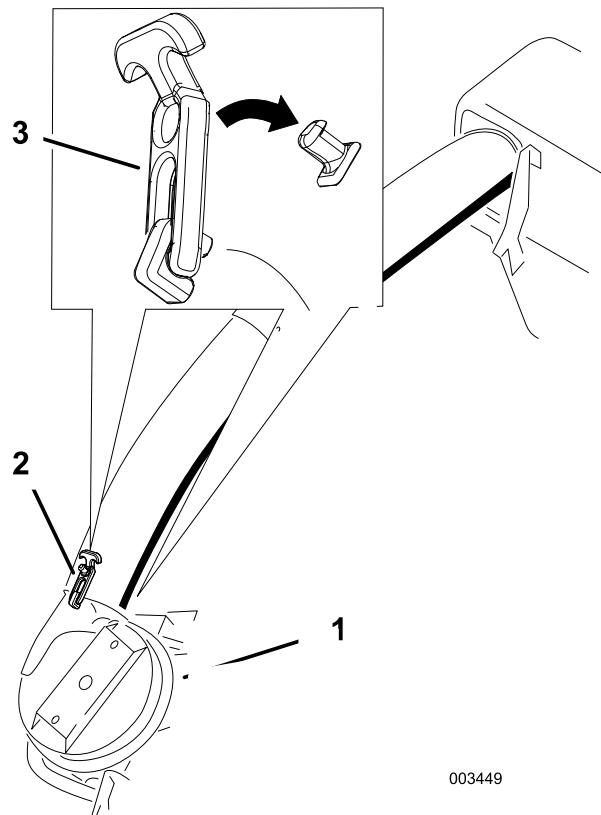
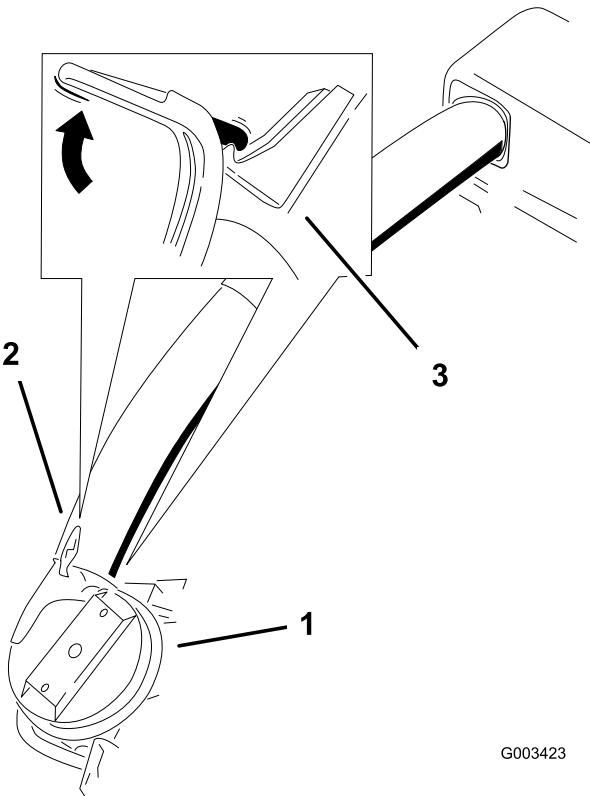

Figure 27
Figure 28
- Glissez le tube inférieur sur l'adaptateur et verrouillez-les ensemble (Figure 27 ou Figure 28).